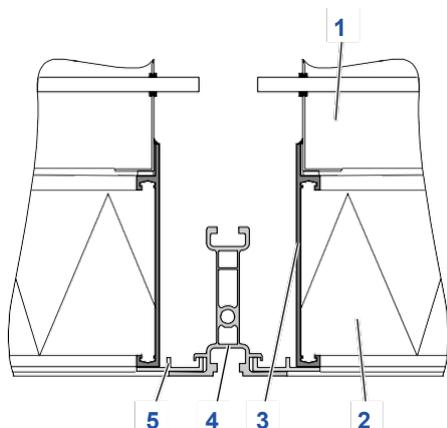

Figure 14 : Fixez le filtre HEPA/ULPA dans la grille de plafond (l'exemple montre un CAMGRID FFU)
8. Soulevez la cellule filtrante HEPA/ULPA à travers la grille de plafond de sorte que le bord inférieur du caisson Figure 14 /1 passe dans le cadre de la cellule filtrante Figure 14 /3.
9. Soulevez la cellule filtrante HEPA/ULPA avec le caisson Figure 14 /1 jusqu'à ce qu'il y ait suffisamment de place pour suspendre les bandes d'insertion Figure 14 /5 dans les rainures de la grille de plafond Figure 14 /4.
10. Insérez les bandes d'insertion Figure 14 /5 sur les quatre côtés de la grille de plafond Figure 14 /4 et centrez-les.
11. Abaissez le dispositif de levage avec précaution afin que la cellule filtrante HEPA/ULPA Figure 14 /2 et le caisson Figure 14 /1 soient couchés sur les rails porteurs Figure 14 /5.